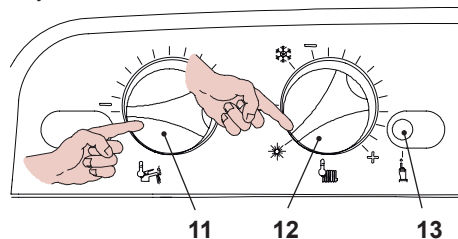

Рисунок 7.2
- Установите регуляторы панели управления так, как показано на рисунке, см. Рисунок 7.2.
- Чтобы получить доступ к функции «трубоочист», войдите в режим программирования, нажав и удерживая в течение 10 секунд кнопку сброса 13, см. Рисунок 7.2, до появления параметра **P01** на ЖК-дисплее. На ЖК-дисплее последовательно отобразятся следующие символы (параметр **P01** будет загораться поочередно с --- --).
- Нажмите кнопку сброса 13, см. Рисунок 7.2 и пролистайте параметры, пока не дойдете до параметра **P09**, предназначенного для настройки функции «трубочист». На ЖК-дисплее последовательно отобразятся следующие символы (параметр **P09** будет загораться поочередно с **00**).